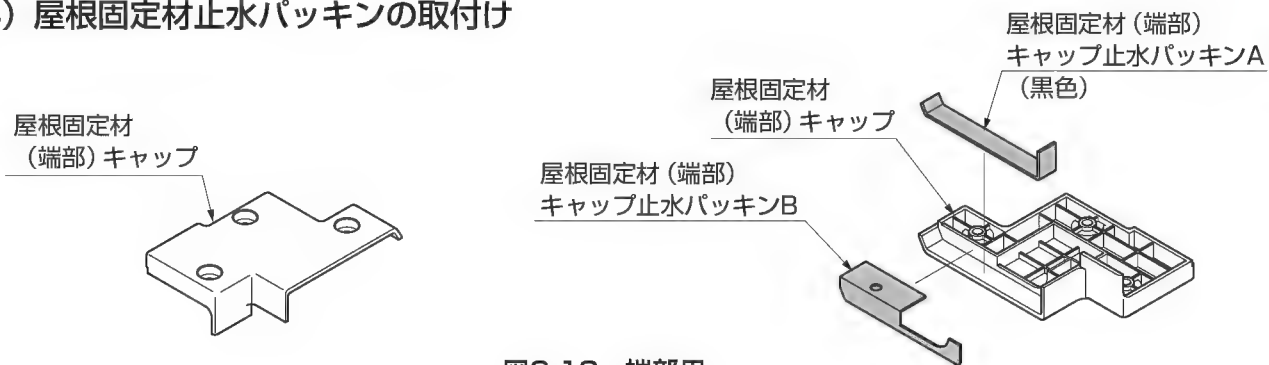

図9-12 端部用
- ①屋根固定材 (端部) キャップ止水パッキンA、Bを屋根固定材 (端部) キャップに貼付けてください。(図9-12参照)